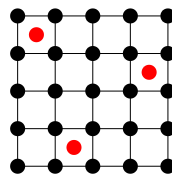

Abbildung 3.4: Einlagerungs-Mischkristall
- **Einlagerungs-Mischkristalle** (Abb. 3.4)